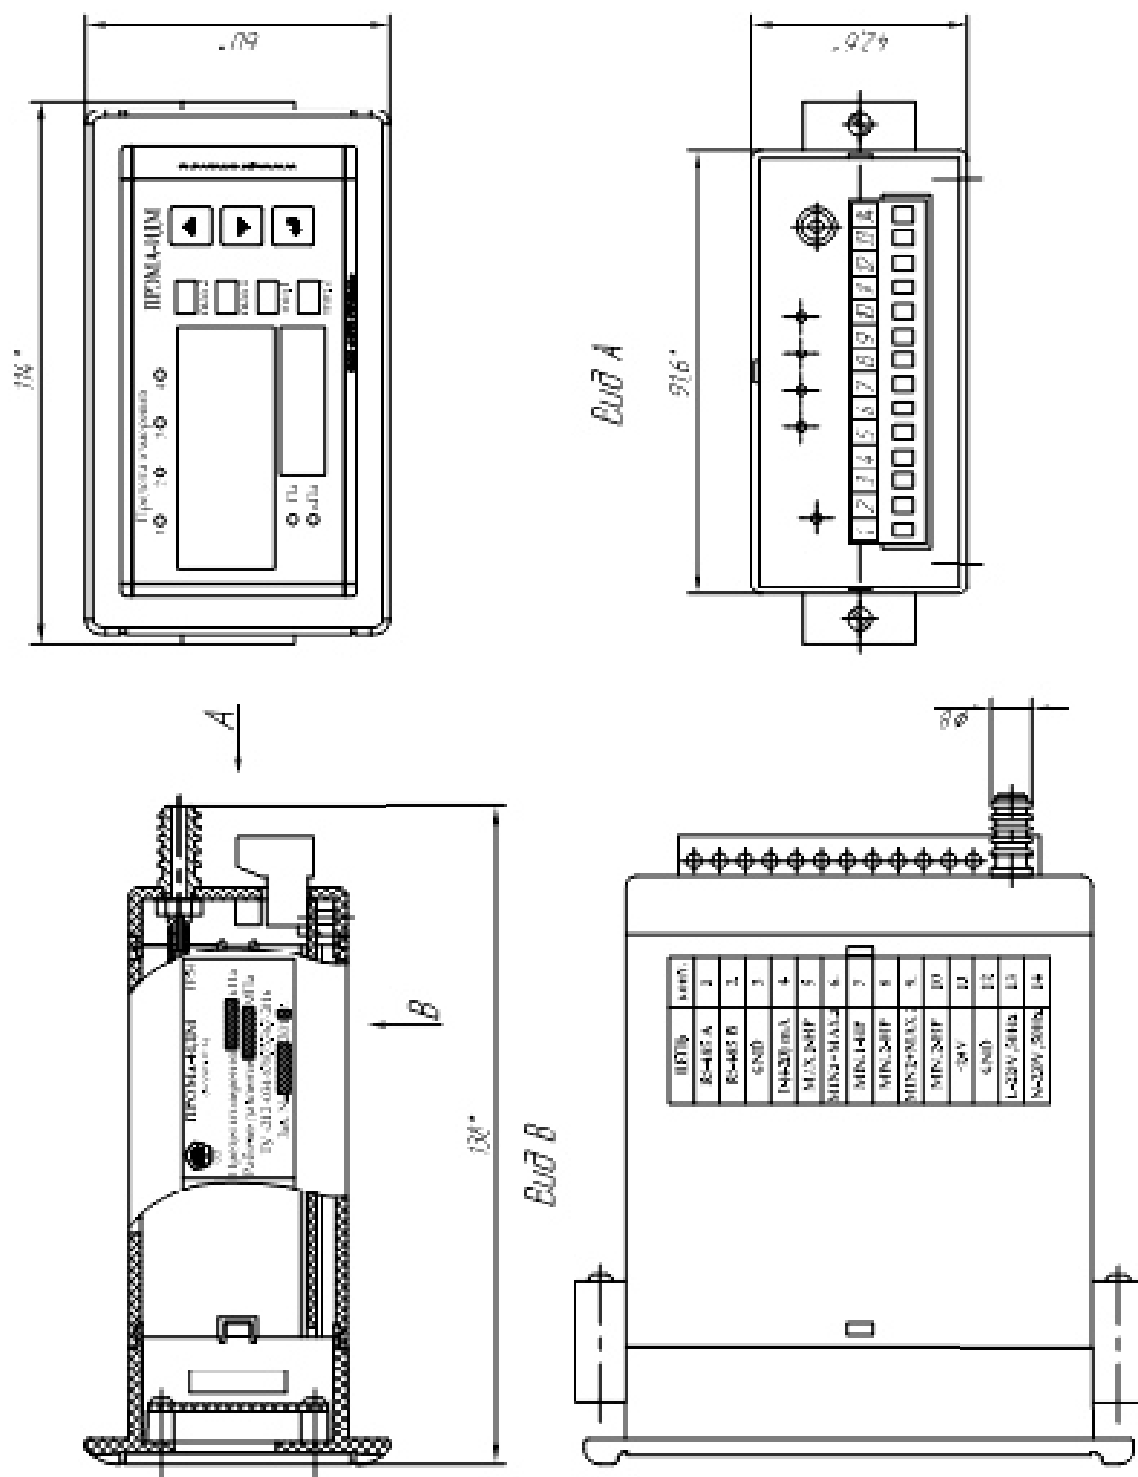

Рис. 1.1. Измеритель Прома-ИДМ-ДИ, ДВ, ДИВ щитовое исполнение. Габаритный чертеж.
- Рис. 1.1. Измеритель Прома-ИДМ-ДИ, ДВ, ДИВ Щитовое исполнение. Габаритный чертеж.